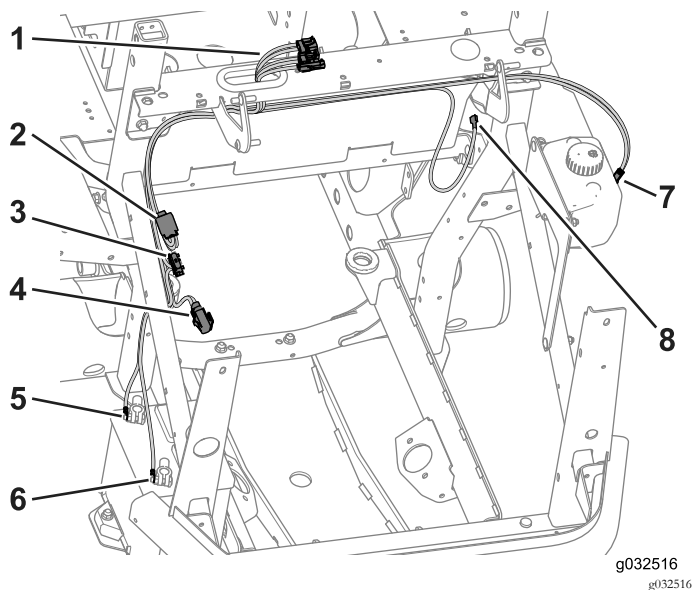

Figura 38
- Disponete i 3 connettori della cabina attraverso il gommino (Figura 38).
- Disponete il filo di alimentazione ausiliaria attraverso il supporto del telaio, verso il basso lungo il tubo del ROPS e verso i comandi dell'operatore (Figura 38).
- Disponete il filo di lavaggio attraverso il supporto del telaio, verso il basso lungo il tubo del ROPS e verso il serbatoio di lavaggio (Figura 38).